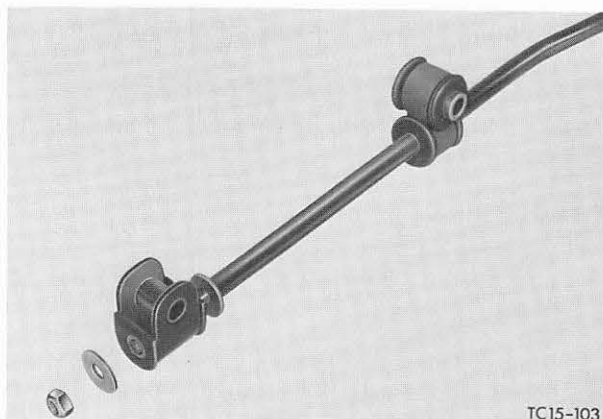

Abb. 43 Vorderen und hinteren Halter mit Gummibüchsen montieren
3. Gummibüchsen der hinteren Halter mit einem Gleitmittel einreiben und auf den Stabilisator schieben. Vordere Halter mit Gummibüchsen aufschieben, dabei je eine Unterlegscheibe vor und hinter der Büchse beilegen. Selbstsichernde Mutter festziehen. Abb. 43.